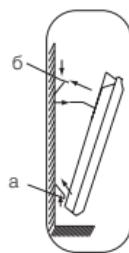

Рис. 6
- наденьте верхнюю часть конвектора на кронштейн, зафиксировав его при помощи защелок на кронштейне (рис. 6, б);
- закрепить прибор на кронштейне необходимо следующим образом (рис. 6):
- наденьте на кронштейн нижнюю часть конвектора при помощи специальных отверстий, расположенных в нижней части конвектора (рис. 6, а);